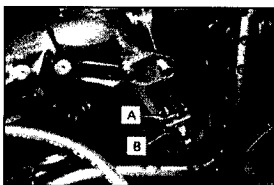

Рис. 7.8 Контргайки (А и Б) крепления тросика включения пониженной передачи (тросика акселератора) к карбюратору (См. Раздел 7)
3. Открутите гайку В на один-полтора оборота и зафиксируйте ее в этом положении, затянув гайку А (См. Рис. 7.8).